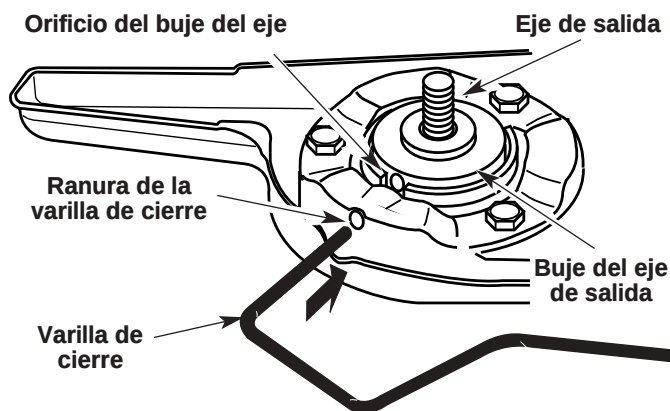
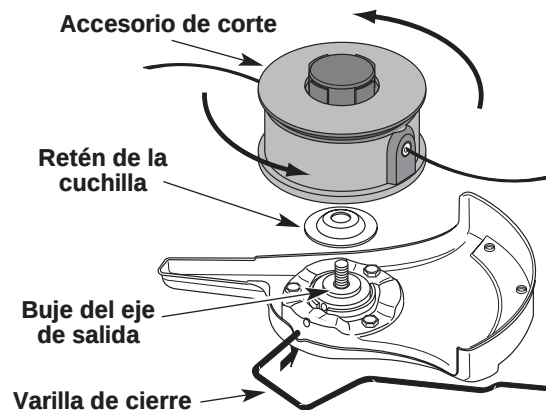

Fig. 8
Fig. 15
1. Alinee el orificio del buje del eje con la ranura de la varilla de cierre e inserte la varilla de cierre en el orificio del buje (Fig. 8).
6. Alinee el orificio del buje del eje con la ranura de la varilla de cierre e inserte la varilla de cierre en el orificio del buje (Fig. 8).
5. Alinee el orificio del buje del eje con la ranura de la varilla de cierre e inserte la varilla de cierre en el orificio del buje del eje (Fig. 8). Coloque el retén de la cuchilla en el eje de salida con la superficie plana contra el buje del eje de salida según se ilustra en la Fig. 15. Enrosque el accesorio de corte en sentido antihorario en el eje de salida. Ajuste bien.